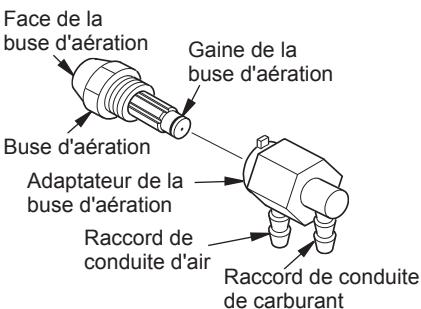

Figure 26 - Buse d'aération et son adaptateur
6. Retirez délicatement la buse d'aération de son adaptateur à l'aide d'une clef à douille de 5/8 po (voir figure 26).
9. Replacez la buse d'aération dans son adaptateur jusqu'à ce que la buse soit bien en place. Serrez un tiers de tour de plus à l'aide d'une clef à douille de 5/8 po entre 4,5 et 5,1 N·m (40 à 45 pouce-livre). Voir figure 26.